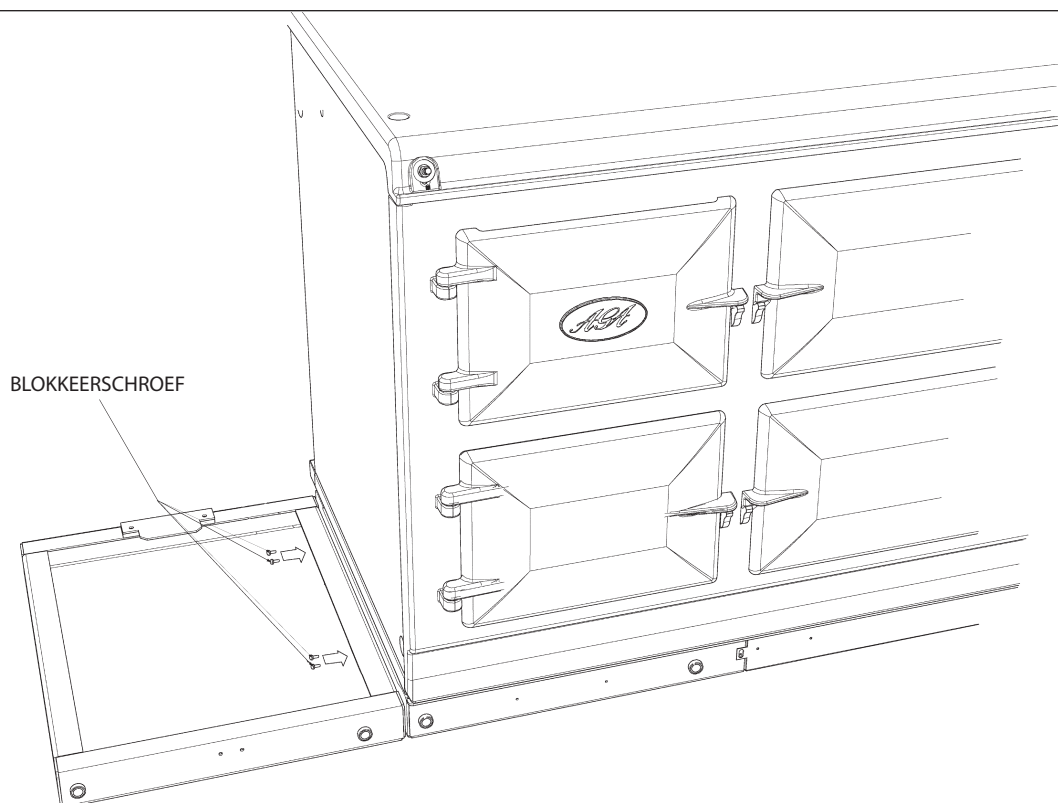

Fig. 5.4
3. Bevestig de plint van de hotcupboard aan de plint van de AGA eR7i met behulp van de meegeleverde M6-schroeven en sluitringen (**Fig. 5.4**). Bevestig de blokkeerschroef in de plint.